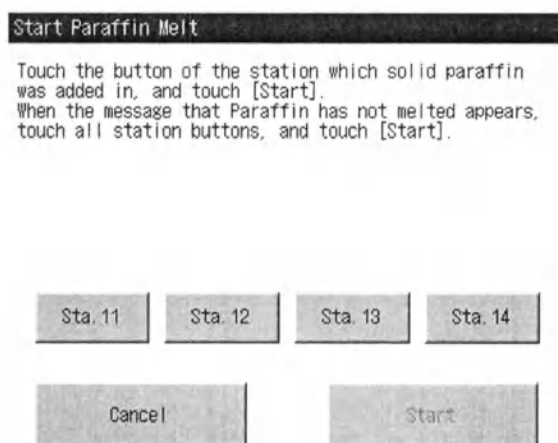

Рис. 107 Запуск плавления парафина
1. В меню «Process Menu» (Меню процессов) нажмите кнопку «**Start Paraffin Melt**» (Запуск плавления парафина). Появится соответствующий экран (Рис. 107).